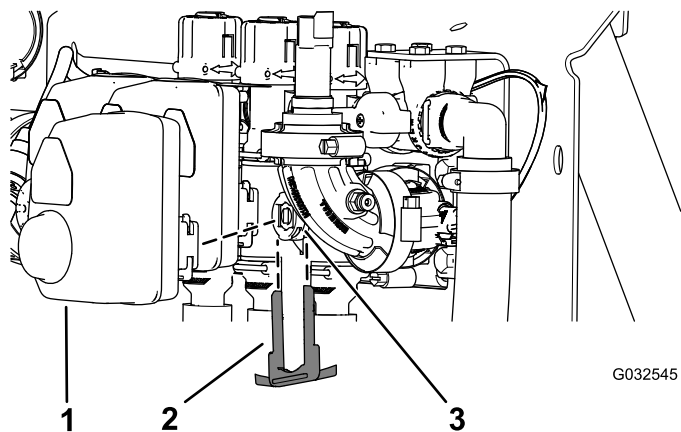

Figure 105
2. Retirez l'étrier qui fixe l'actionneur à la vanne de section de rampe ou la vanne d'agitation sur le collecteur (Figure 105).